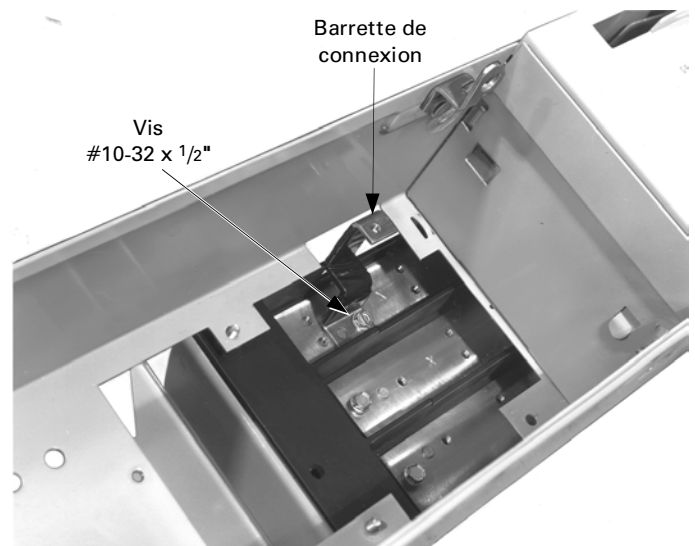

Figure 3. Pour installer les barrettes de connexion.
3. **Installer les barrettes.** Installer les barrettes de connexion avec les vis 10-32 x 1/2" fournies, comme montré à la Figure 3. Serrer les vis à 27–32 lb.-po.